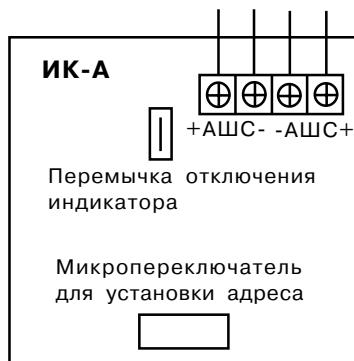

Рис. 25 Схема внешних подключений ИК-А
На печатной плате расположены контактные колодки для подключения внешних цепей (схема подключения приведена на рис. 25).
- выполните соединения согласно рис.25;